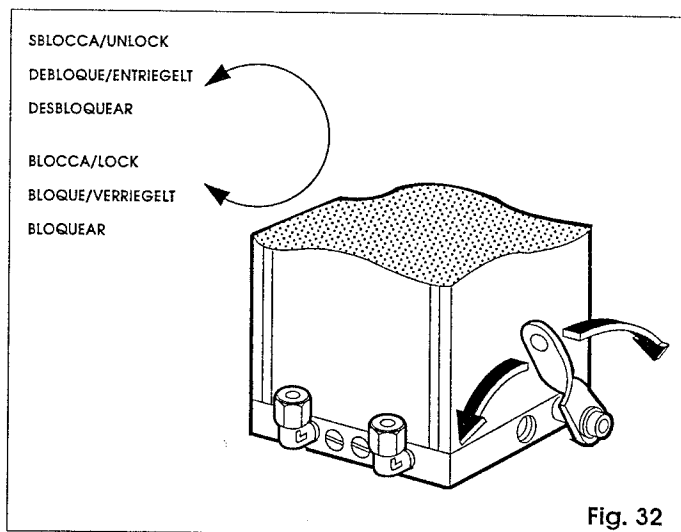

Fig. 32
- 2) Agire sulla leva di sblocco (Fig.32).